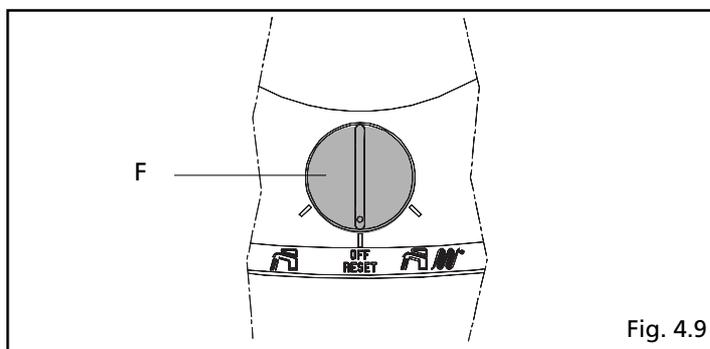

Fig. 4.9
- ⚠ Quando il selettore di funzione F (fig.4.9) è nella posizione OFF/RESET, è comunque attiva la funzione antigelo (purché sia garantita la presenza dell'alimentazione elettrica) sia del circuito riscaldamento che del circuito sanitario e quindi anche del serbatoio di accumulo; la resistenza non viene però alimentata, quindi l'acqua contenuta nel serbatoio ad accumulo non viene mantenuta a temperatura.